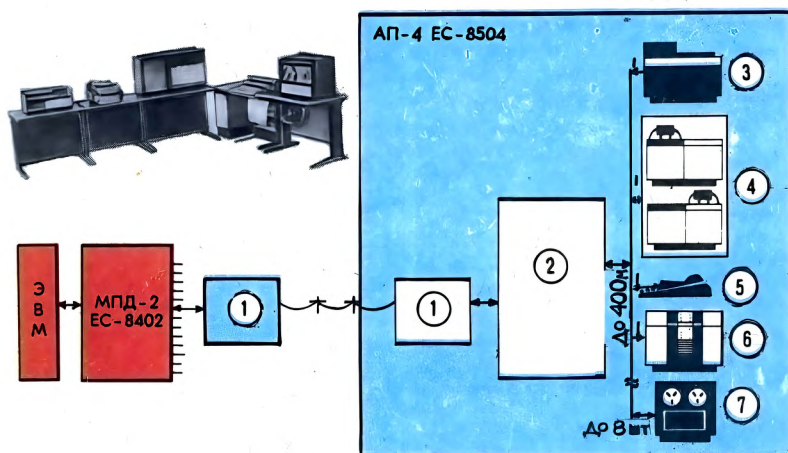

Рис. 2. Абонентный пункт EC-8504 (АП-4) обслуживает большое производство или несколько предприятий.
Вести передачу информации со скоростью 100 бит в секунду на большие расстояния невыгодно, поэтому АП-70 чаще всего подключается к более мощному абонентному пункту — АП-4 (рис. 2). В его оборудование входит перфокарточный ввод (3), перфокарточный ввод-вывод (4), пишущая машинка (5), алфавитно-цифровое печатающее устройство (6) и восемь магнитных ленточных накопителей (7). Информация от АП-70 или любого устройства вывода может вестись прямо в канал связи с ЭВМ или записываться на магнитную ленту, а затем передаваться блоком. На АП-4 ручейки информации сливаются в мощный поток, и для связи с ЭВМ используется некоммутируемая (если